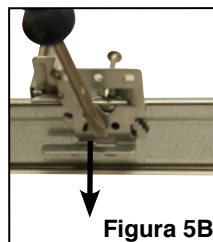

Figura 5B
6. Si lo desea, doble la brida removible del pie de la barra colgante para desprender. De esta forma se puede evitar la interferencia con los paneles del techo adyacentes. (Figura 5b)